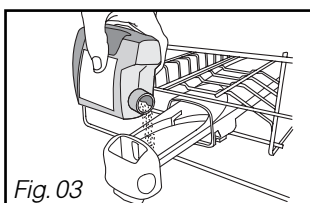

Fig. 03
**• Pó ou líquido na gaveta do distribuidor (Fig 03)**